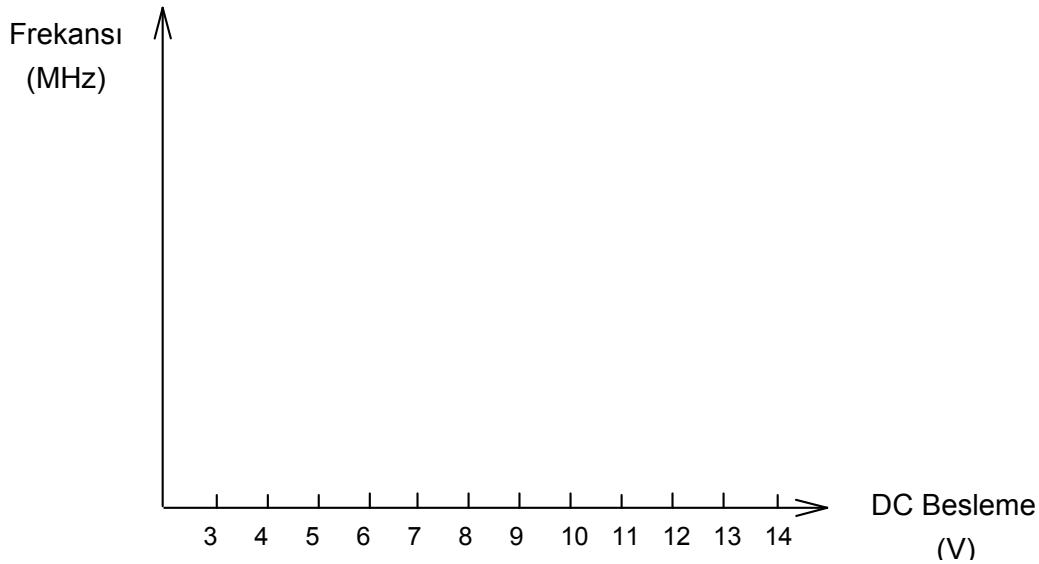

Fig. 7-6
- 4. Tablo 7-1'deki sonuçları kullanarak Fig. 7-6'da gerilim-frekans eğrisini çizin.
2. Fig. 7-6'daki frekans-gerilim eğrisini inceleyin. Eğrinin hangi bölgesi frekans modülatörünü gerçekleştirmek için uygundur.